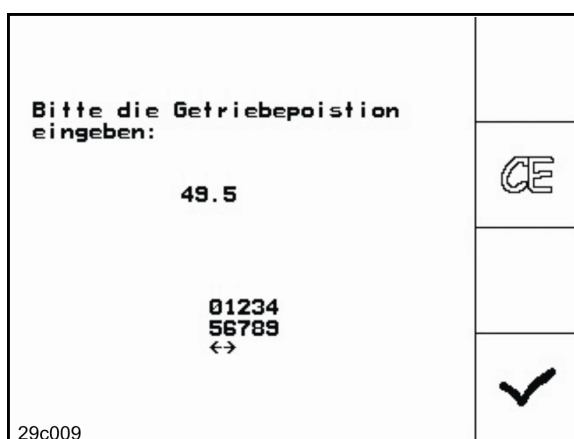

Fig. 78
4. Validez le réglage et, sur l'écran qui apparaît (Fig. 78), saisissez la valeur indiquée par le levier sur l'échelle graduée.